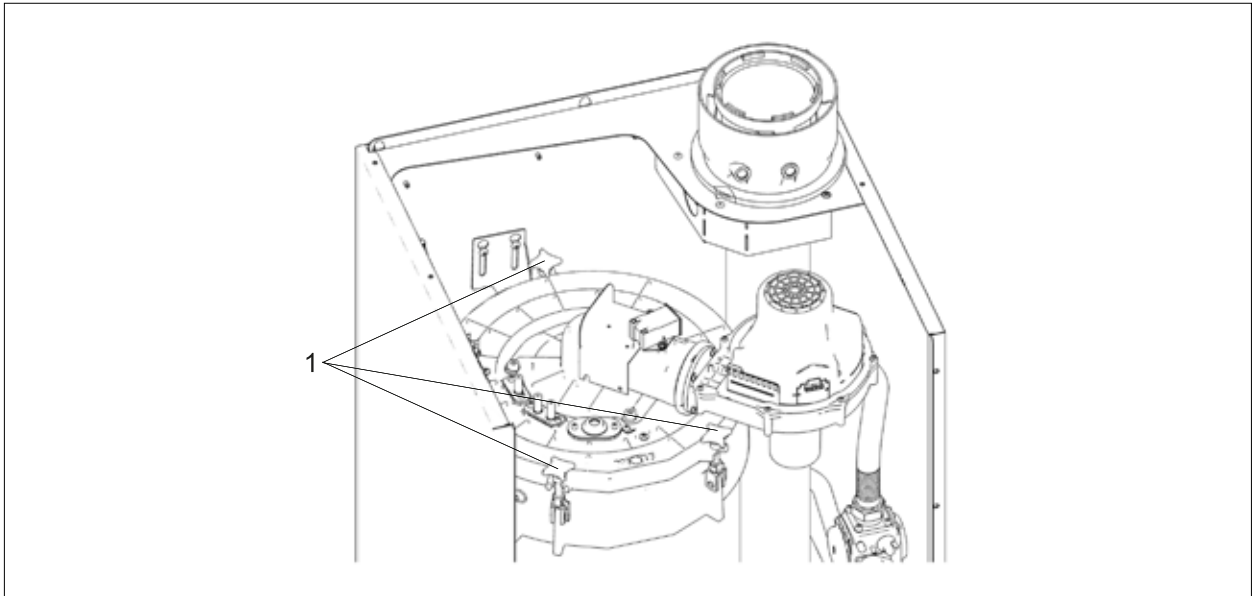

Afb. 5.5 Aansluitkabel brander afkoppelen
- ▶ Stekker en ontstekings- en ionisatie-elektrode, VTB en ventilator aansluiten, zie Afb. 5.5.
- ▶ Verbrandingskamerdeksel met 3 sterknopschroeven (1) bevestigen.